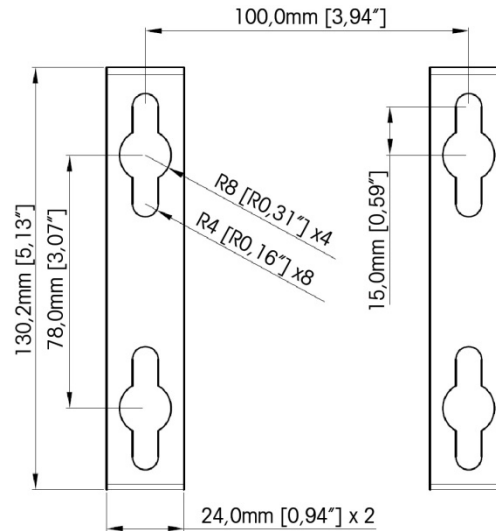
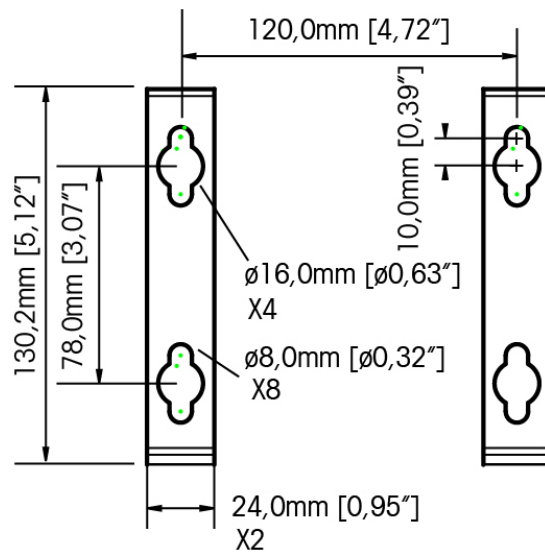

Figura 2-16: Patrón de orificios para montaje del soporte en la pared (VESA 100 x 100mm) (En terminales IND570 fabricados hasta abril de 2016)
Figura 2-17: Patrón original de orificios para montaje del soporte en la pared (En terminales IND570 fabricados después abril de 2016)
4. Marque la posición de los orificios de montaje en la superficie vertical según las dimensiones mostradas en la Figura 2-16 y la Figura 2-17 o sosteniendo el terminal sobre la superficie y marcando a través de los orificios del soporte.